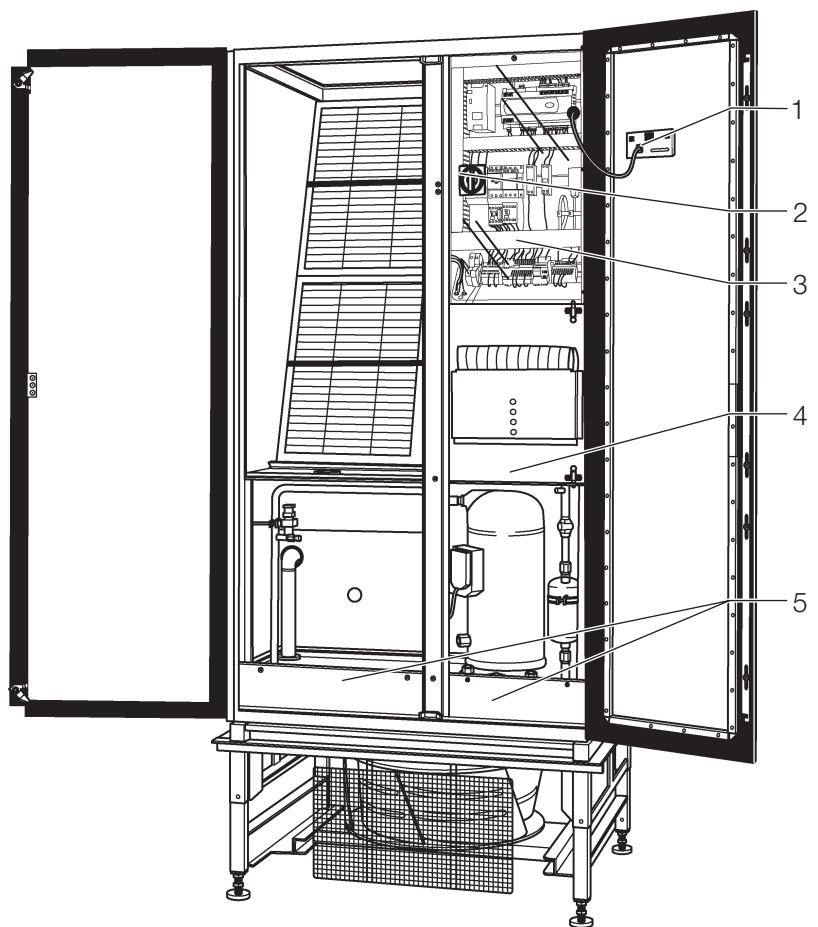

Abb. 27: Abdeckungen (hier: Ausführung DX)
- Entfernen der Abschottplatte unter dem Elektroteil (Abb. 27, Pos.4):
- Entfernen der Abdeckplatten unter dem Wärmetauscher (Abb. 27, Pos.5):
- Entfernen der Abdeckplatte des Elektroteils (Abb. 27, Pos.3):
Zunächst muss der Stecker des Displays (Abb. 27, Pos.1) abgezogen werden.